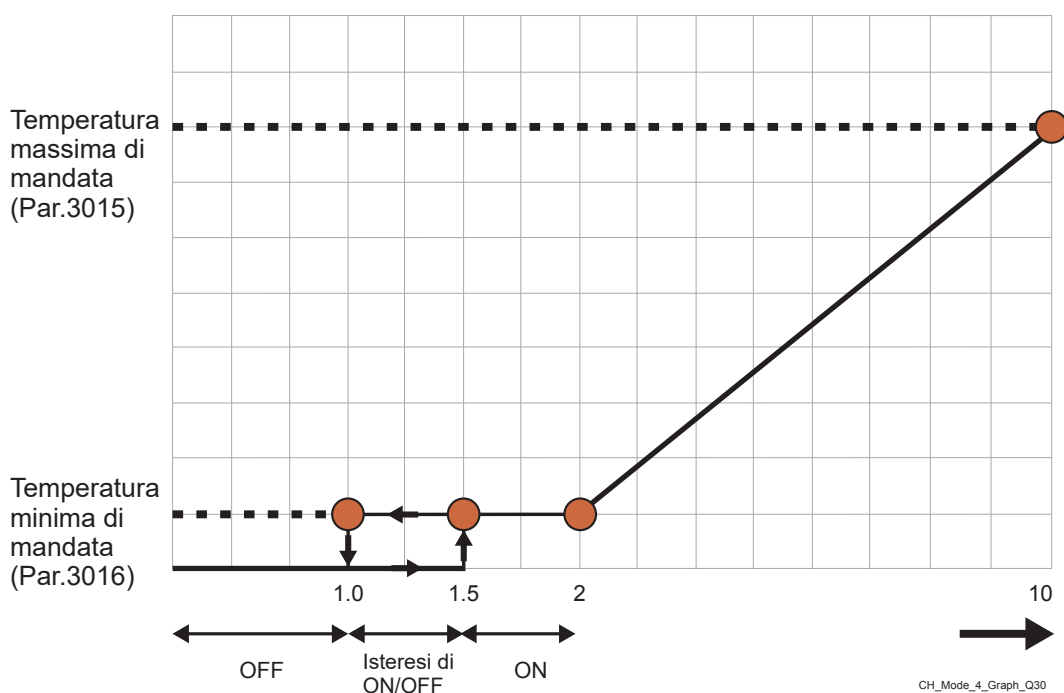

Figura 5-11 - Regole di funzionamento dell'ingresso analogico 0-10 Vdc
- 2.- Ora l'apparecchio può essere controllato tramite il segnale 0-10 Vdc secondo le regole di cui in figura 5-11.